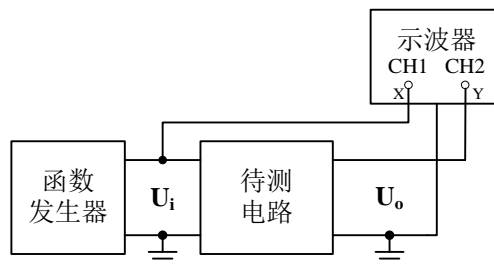

图 1.4 电压传输特性曲线测量
**示波器 X-Y 方式直接观察法：**是把一个电压随时间变化的信号（如：正弦波、三角波、锯齿波）在加到电路输入端的同时加到示波器的 X 通道，电路的输出信号加到示波器的 Y 通道，利用示波器 X-Y 图示仪的功能，在屏幕上显示完整的电压传输特性曲线，同时还可以测量相关参数。测量方法如图 1.4 所示。